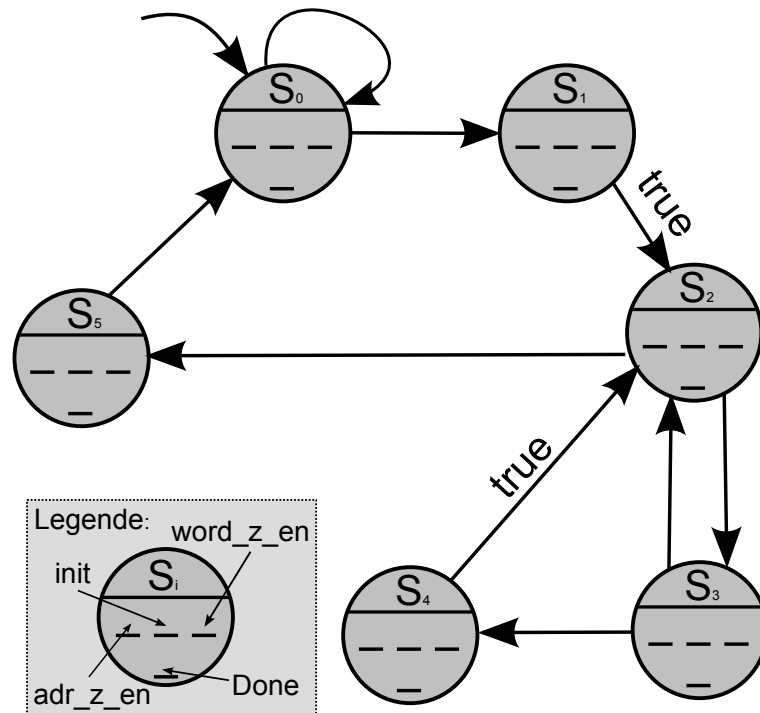

Abbildung 14: Moore-Automat zu Aufgabenteil (c)
- (c) Abbildung 14 zeigt einen Moore-Automaten zur Steuerung des Controllers. Ergänzen Sie die Belegung der Ausgabesignale und die Bedingungen für Zustandsübergänge.